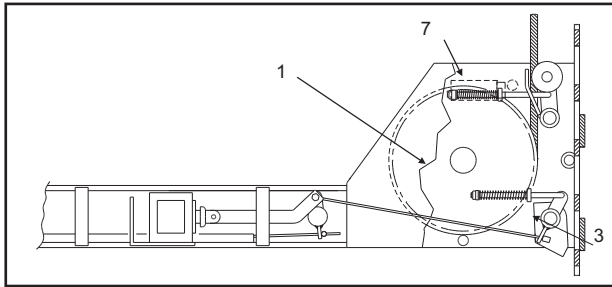

Fig.7
Comme indiqué à la figure 7, aux deux extrémités de chaque traverse sont fixés :
En cas de rupture du câble (fig. 7 et 8) les contacts de mou de câble sont actionnés (4), ce qui provoque la coupure électrique de l'élévateur et le relâchement des taquets de sécurité qui viennent se loger dans les lumières des crémaillères retenant ainsi la partie mobile et la charge.